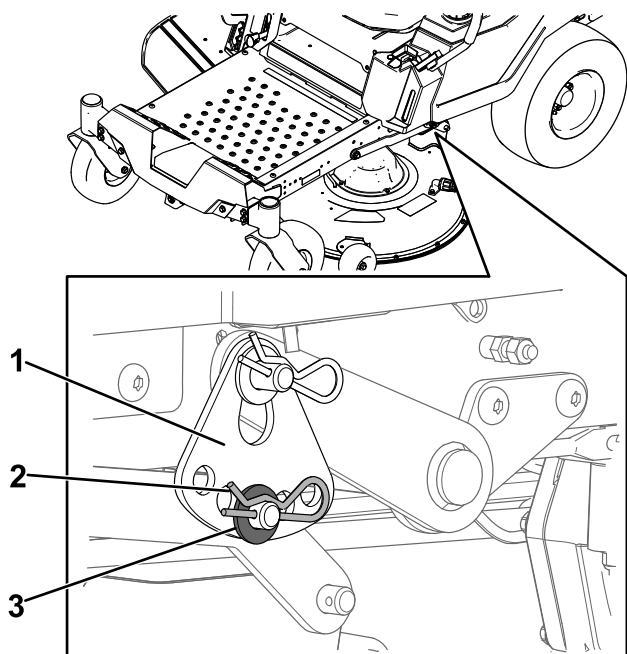

**Figura 62**
4. Coloque dos bloques de 6.6 cm (2 5/8") de grosor debajo de cada lado del borde delantero de la carcasa, pero no debajo de los soportes de los rodillos protectores del césped (Figura 62).
5. Coloque dos bloques de 7.3 cm (2 7/8") de grosor debajo del borde trasero del faldón de la carcasa de corte, uno en cada lado de la carcasa de corte (Figura 62).